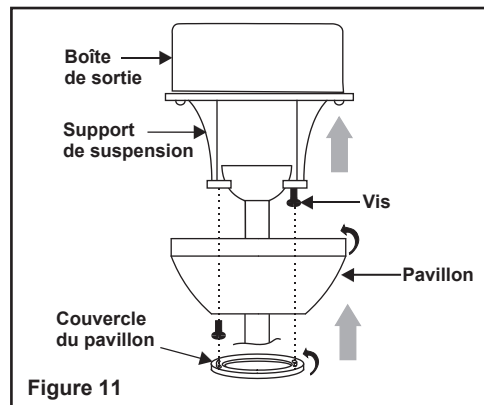

Figure 11
Étape 2. Remontez le pavillon par-dessus le support de fixation et placez le trou de serrure dans le pavillon par-dessus la vis du support de fixation, puis tournez le pavillon jusqu'à ce qu'il s'insère en place dans la section étroite des trous de serrure. (Fig.11)